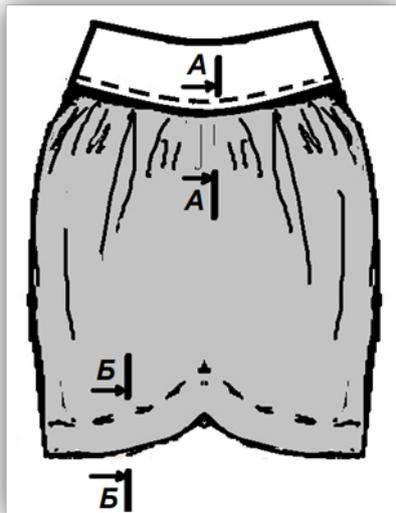

Рисунок 1 – Фрагмент платья. Переднее полотнище юбки с кокеткой
**Второй этап:** Моделирование фрагмента заданной модели **«Переднее полотнище юбки (ППЮ) с кокеткой»** женского платья (стр. 7, рис. 1) в натуральную величину и изготовление лекал
### **Третий этап:** Изготовление (пошив) образца фрагмента заданной модели (стр. 7, рис. 1) женского платья.
1) Внешний вид фрагмента заданного изделия должен полностью соответствовать техническому рисунку модели и художественно-техническому описанию (стр. 3, табл.1), рисунку фрагмента (стр. 7, рис. 1) и техническим требованиям в п.п.2.2 (при их наличии).